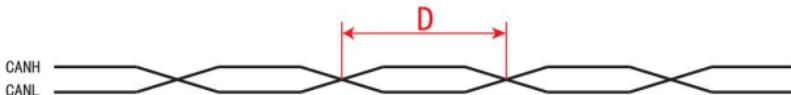

图 2-3 双绞线示意图
- CAN 通信网络推荐使用双绞线缆，双绞线对高频磁场噪声干扰有很好的抵抗能力，也能减小线缆对外的辐射，如图 2-3 所示。